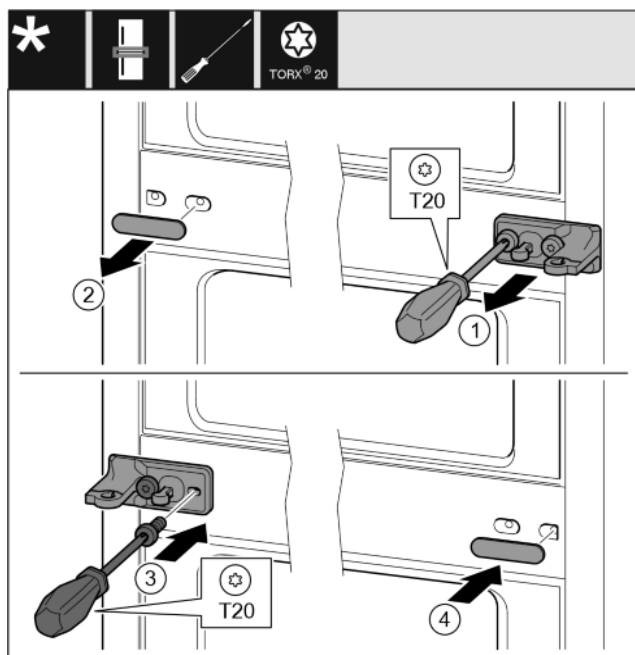

Fig. 26
- ▶ Skinite podložnu pločicu. Fig. 26 (1)
- ▶ Odvijačem T20 odvijte vijke. Fig. 26 (2)
- ▶ Oprezno skinite pokrov. Fig. 26 (3)
- ▶ Čvrsto zavijte podložak ležaja s folijom okrenuto za 180° na drugoj strani. Fig. 26 (4)
- ▶ Postavite pokrov okrenut za 180° na drugoj strani. Fig. 26 (5)
- ▶ Nataknite podložnu pločicu s prednje strane. Fig. 26 (6)